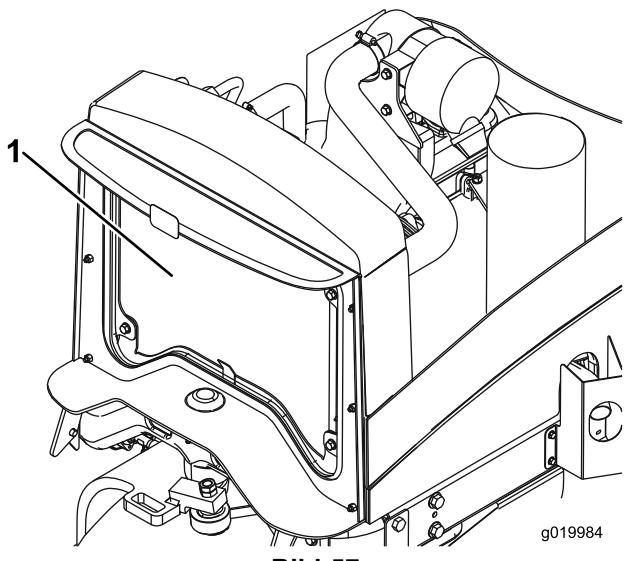

Bild 57
2. Reinigen Sie beide Seiten des Kühlers bzw. Ölkühlers gründlich mit Druckluft (Bild 57).